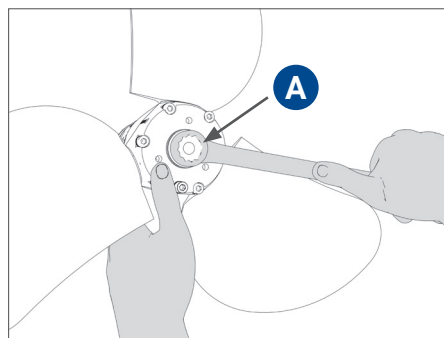

FIG. 4 Avvitamento dado di serraggio
- Avvitare il dado di serraggio **A** (**Fig. 4**) applicando una coppia di serraggio appropriata (in funzione del tipo di dado, come suggerito in TABELLA COPPIE DI SERRAGGIO). Durante il serraggio avere cura di muovere le pale e serrare gradualmente il dado fino al raggiungimento della coppia di serraggio indicata.